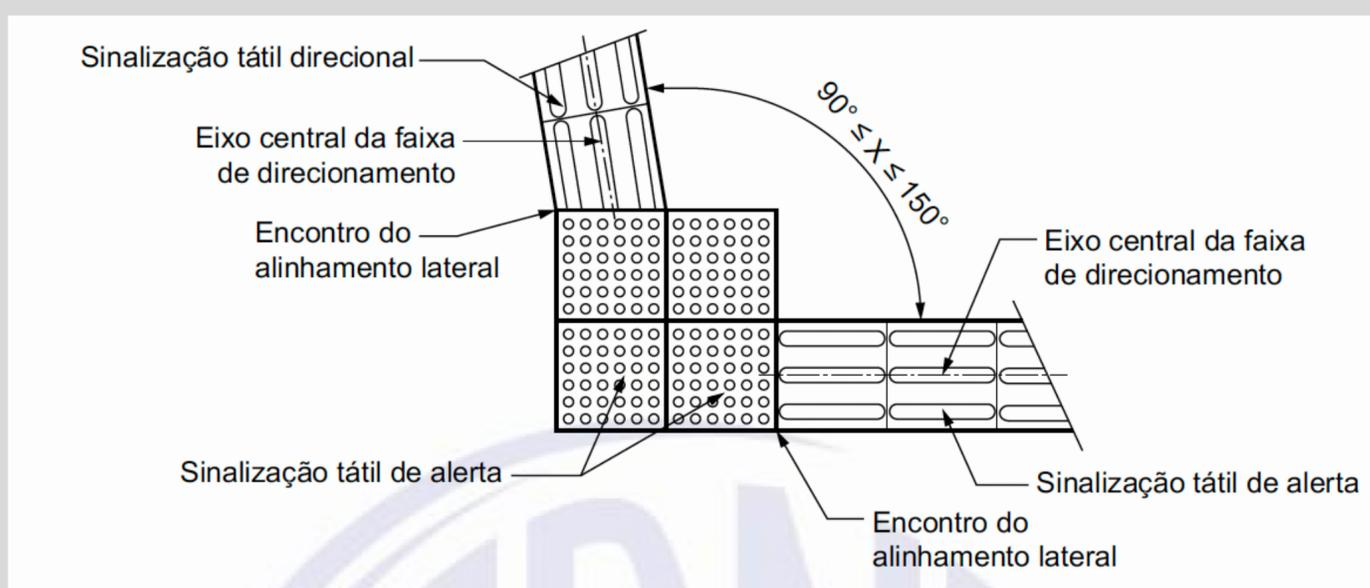

Figura 47 – Mudança de direção –  $90^\circ \leq X \leq 150^\circ$
7.4.3 Quando houver mudança de direção com ângulo entre  $90^\circ$  e  $150^\circ$ , deve haver sinalização tátil de alerta, formando áreas de alerta com dimensão equivalente ao dobro da largura da sinalização tátil direcional, conforme a Figura 47.